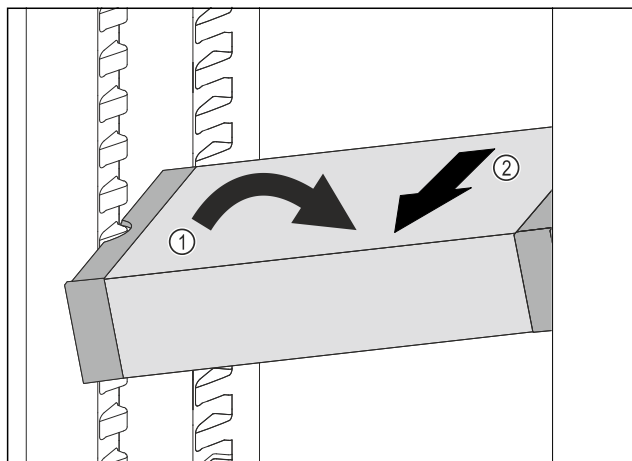

Fig. 93
- 在冷藏区中倾斜 VarioSafe。Fig. 93 (1)
- 向前取出 VarioSafe。Fig. 93 (2)